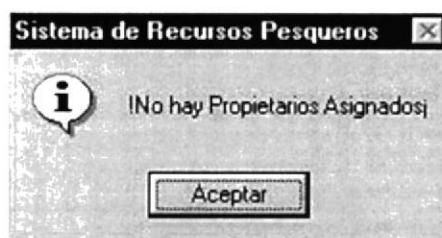

Figura 10.7 Mensaje de Propietarios
7. Si la empresa existe y no tiene propietarios asignados aparecerá el siguiente mensaje (ver figura 10.7).